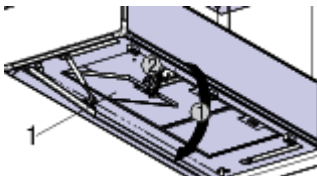

Fig. 33: Abra los filtros metálicos de aceite
Abra el aspirador lateral ( Fig. 33/1).
3. Abra el bloqueo del filtro de aceite metálico( Fig. 33/2) y asegúrese de que no se caiga.
4. Incline el filtro de aceite metálico hacia adelante y levántelo( Fig. 33/3).